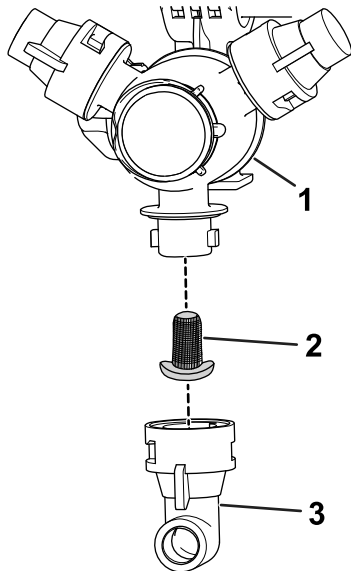

Figure 148
2. Déposez la buse de la tourelle de pulvérisation (Figure 148).
3. Retirez le filtre de buse usagé (Figure 148).
4. Montez le filtre de buse neuf (Figure 148).
5. Montez la buse sur la tourelle de pulvérisation (Figure 148).